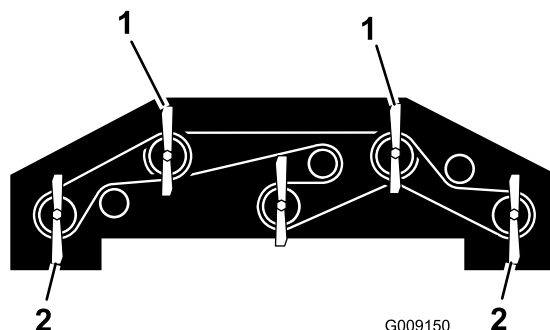

Figura 133
1. Ruotate ogni lama in modo che sia orientata direttamente in avanti (Figura 133).